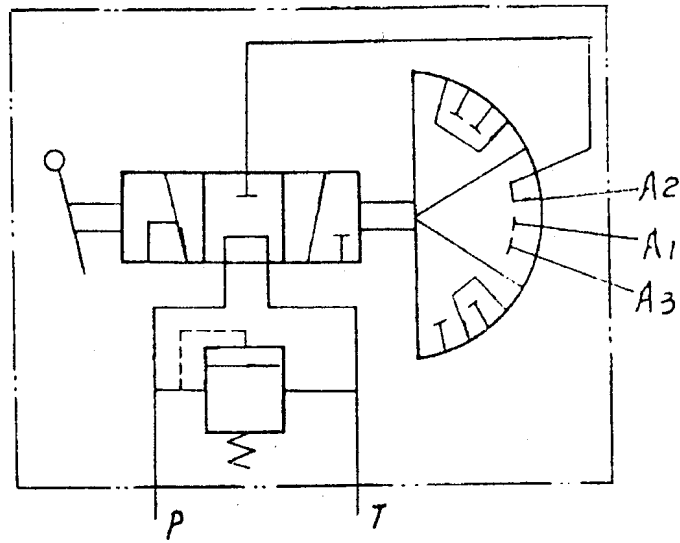
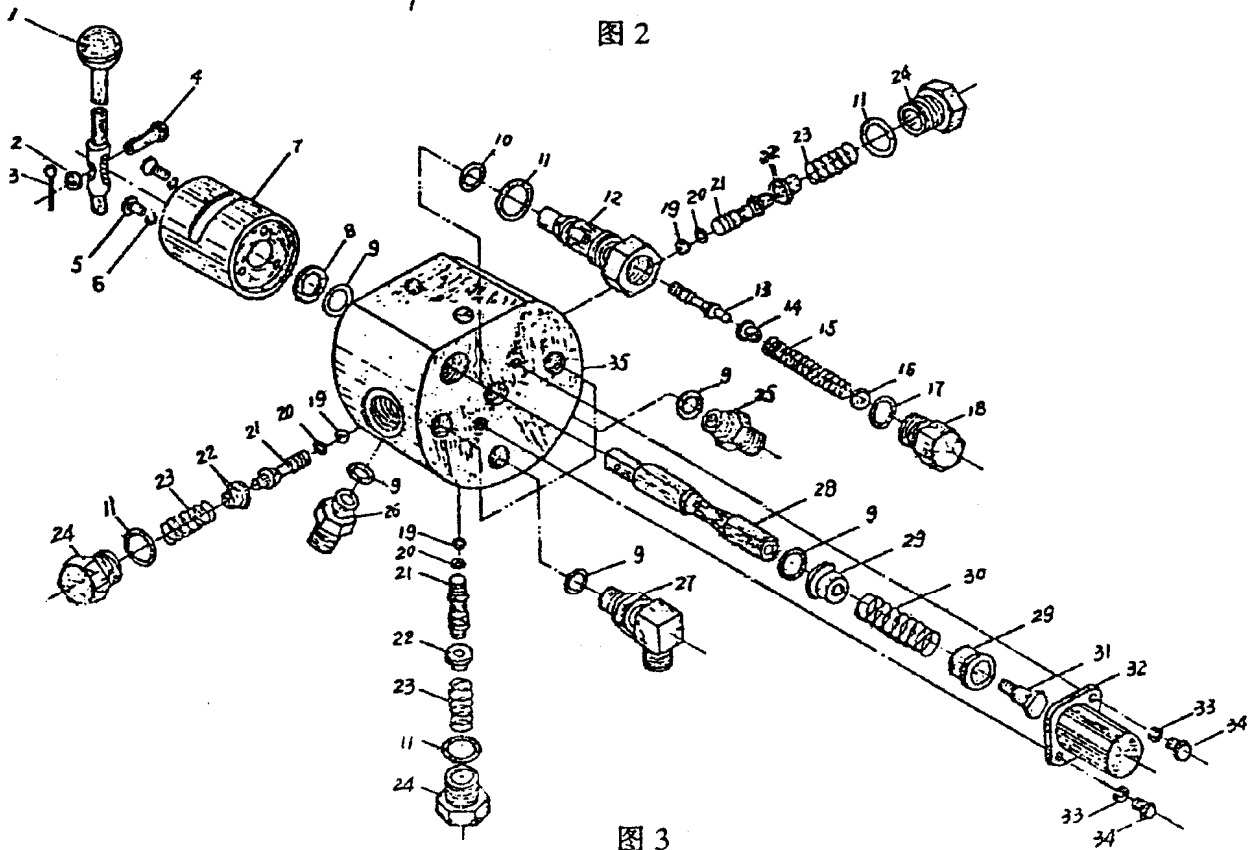

图 2
图 3
(1) 产品装配图见图1、液压原理图见图2、轴侧分解图见图3。
(2) 工作原理（见图1、图2）